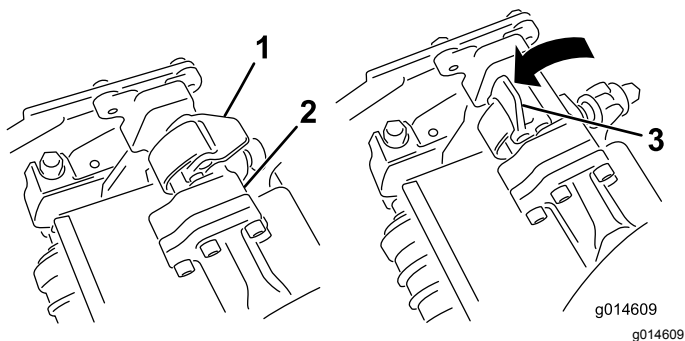
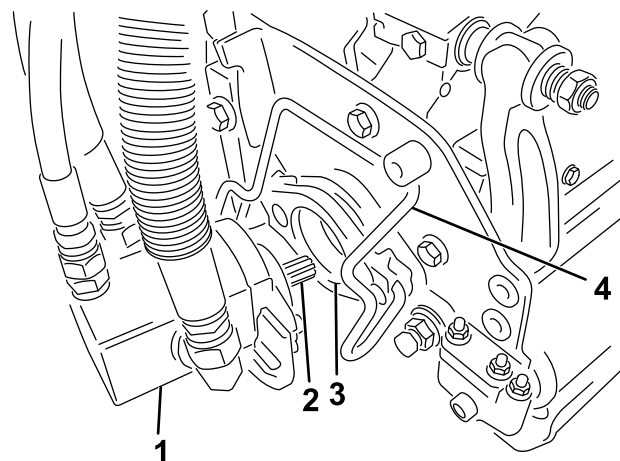

Bild 43
Bild 44
3. Die Riegel an der Aufhängearmstange müssen nach oben zeigen (d. h. offen) (Bild 43); drücken Sie den Aufhängearm dann so nach unten, dass die Stange über die Stange an der Oberseite der Schneideinheit passt (Bild 44).
4. Drücken Sie die Riegel nach unten um die Schneideinheitstange herum und arretieren sie (Bild 43).
4. Öffnen Sie die Riegel an der Aufhängearmstange der Schneideinheit, die Sie entfernen möchten (Bild 43).